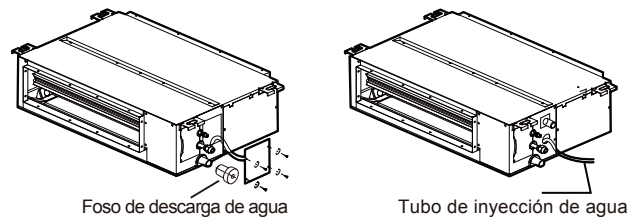

Figura 5.5
4. Abra el tapón de agua para la prueba, continúe añadiendo agua (la figura 5.5 muestra la entrada de agua) hasta que la alarma de exceso de nivel de agua se active. Compruebe si la bomba de drenaje drena agua inmediatamente. Después de tres minutos, si el nivel del agua no desciende por debajo del nivel de advertencia, la unidad se apagará. En este punto, debe apagar el suministro eléctrico, y drenar el agua acumulada antes de encender la unidad normalmente.